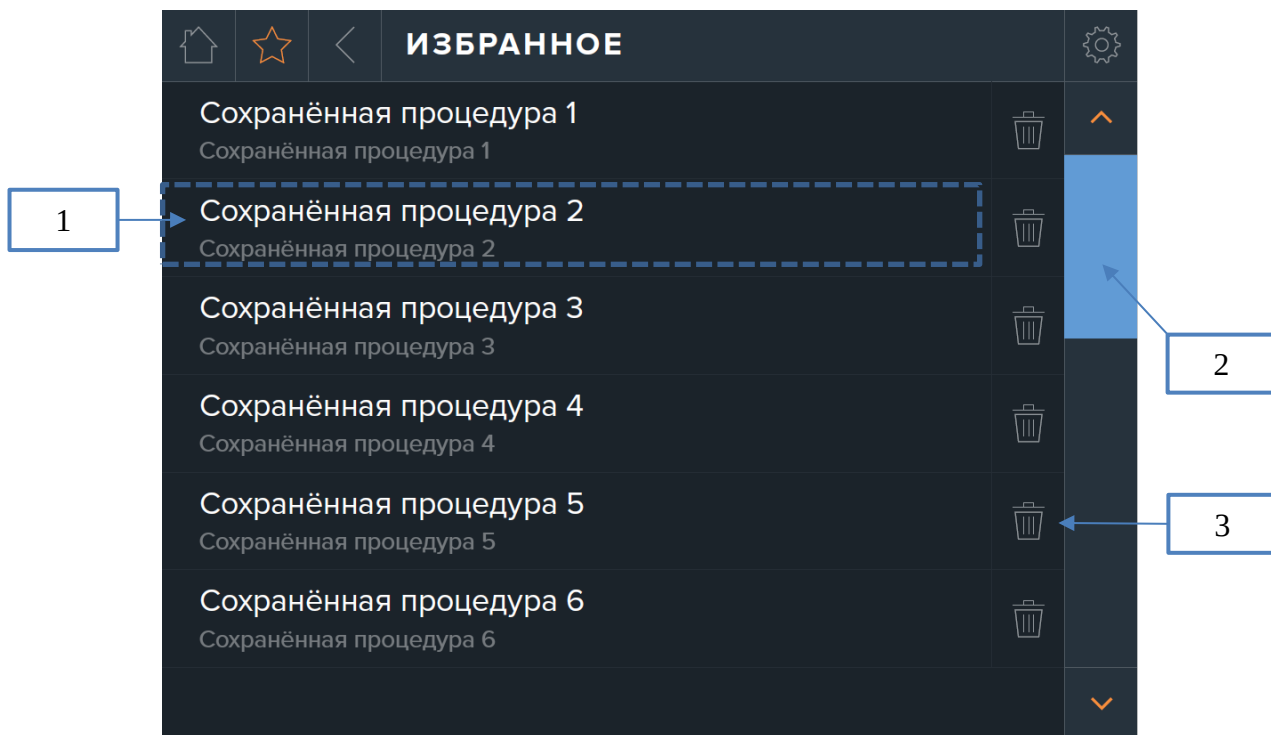

Рис. 21. Экран «ИЗБРАННОЕ»
На экране «ИЗБРАННОЕ» (рис. 21) отображается список сохраненных режимов (процедур) (максимальное количество – не более 20). Для загрузки сохраненного режима, необходимо нажать на область с названием данного режима (1).